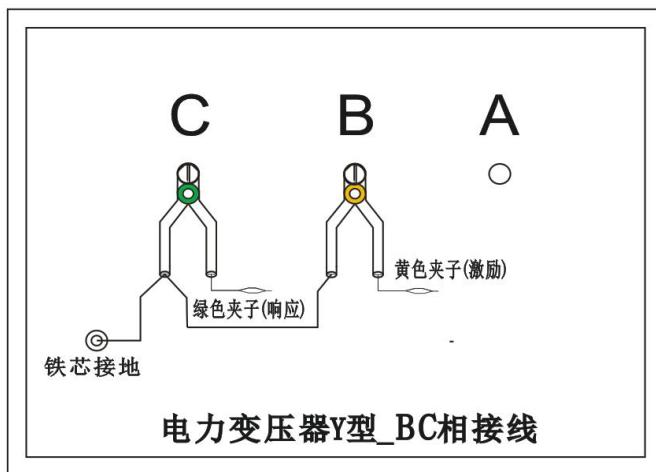

图 8
3.2.4 以上接线完成对三相Y形的BC相测量接线，如图8。